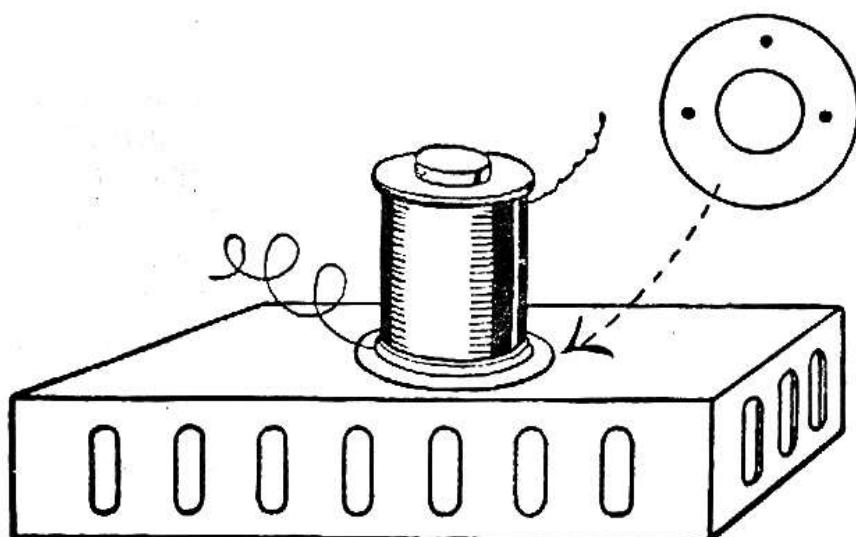

Рис. 3
3. При различных опытах и сборке моделей катушку с железным сердечником необходимо устанавливать на основание 5 с прокладкой из картона (рис. 3), чтобы не повредить изоляцию на выводных концах катушки.
на рис. 3, то выводной конец проволоки, выступающий из нижнего фланца катушки, будет находиться между фланцем и картонной шайбой. Конец проволоки не будет касаться железного основания и опасность замыкания на корпус устраниется.